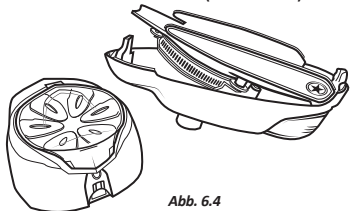

Abb. 6.4
4. Fassen Sie die Bodenplatte seitlich und ziehen Sie sie aus der unteren Gehäusehälfte heraus. (Abb. 6.4)